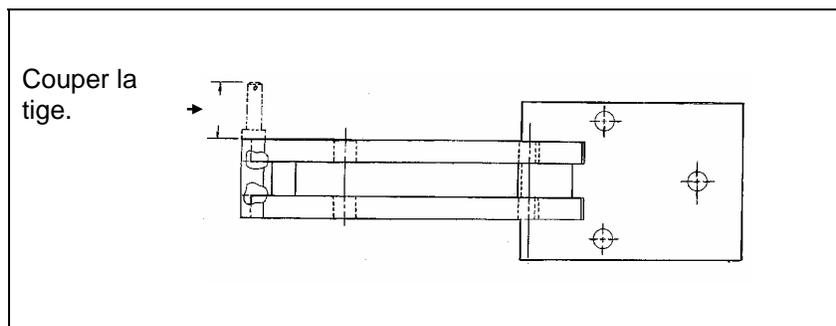

FIGURE 1
1. Localiser la tige de support du rouleau située sur la penture supérieure de la porte (Figure 1).